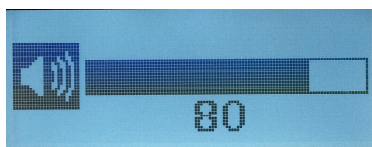

Рисунок 8
2.3.2.1 Желаемый уровень громкости сигнала при приеме на блоке КДУ устанавливают с помощью кнопок «<» (для уменьшения) или «>» (для увеличения) на микрофоне-манипуляторе. При этом на дисплее микрофона-манипулятора кратковременно (около 5 секунд) появляется индикатор-строка уровня громкости с числовым значением текущего уровня (рис.8).